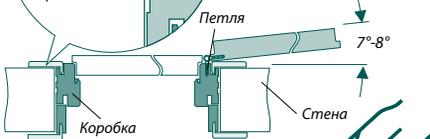

Рис. 14
4.2 Выставьте дверную коробку по уровню, совмещая наружный край коробки с углом стены, как это показано на рис. 14, такое расположение коробки позволит добиться максимального угла открывания.